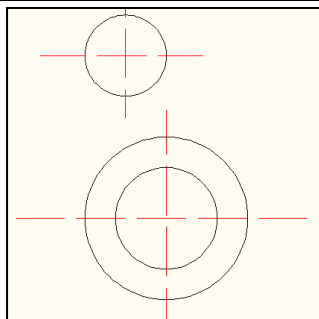

Figure 2: questions a et b
- a. Nous allons commencer par dessiner des contours fermés sur l'espace de travail « Dessin 2D et Annotation » Figure 2. Quel est l'outil AUTOCAD qui nous permet d'organiser efficacement les objets dessinés par couleur et type de ligne ?
- b. Avec la commande cercle, nous avons dessiné les cercles $\varnothing 40$ et $\varnothing 25$ centré à l'origine du repère. Ensuite, on veut dessiner, dans le plan (O,x,y), avec la même commande, le cercle $\varnothing 20$ voir Figure 2. Compléter les lignes de commande suivantes pour le dessin de ce cercle: